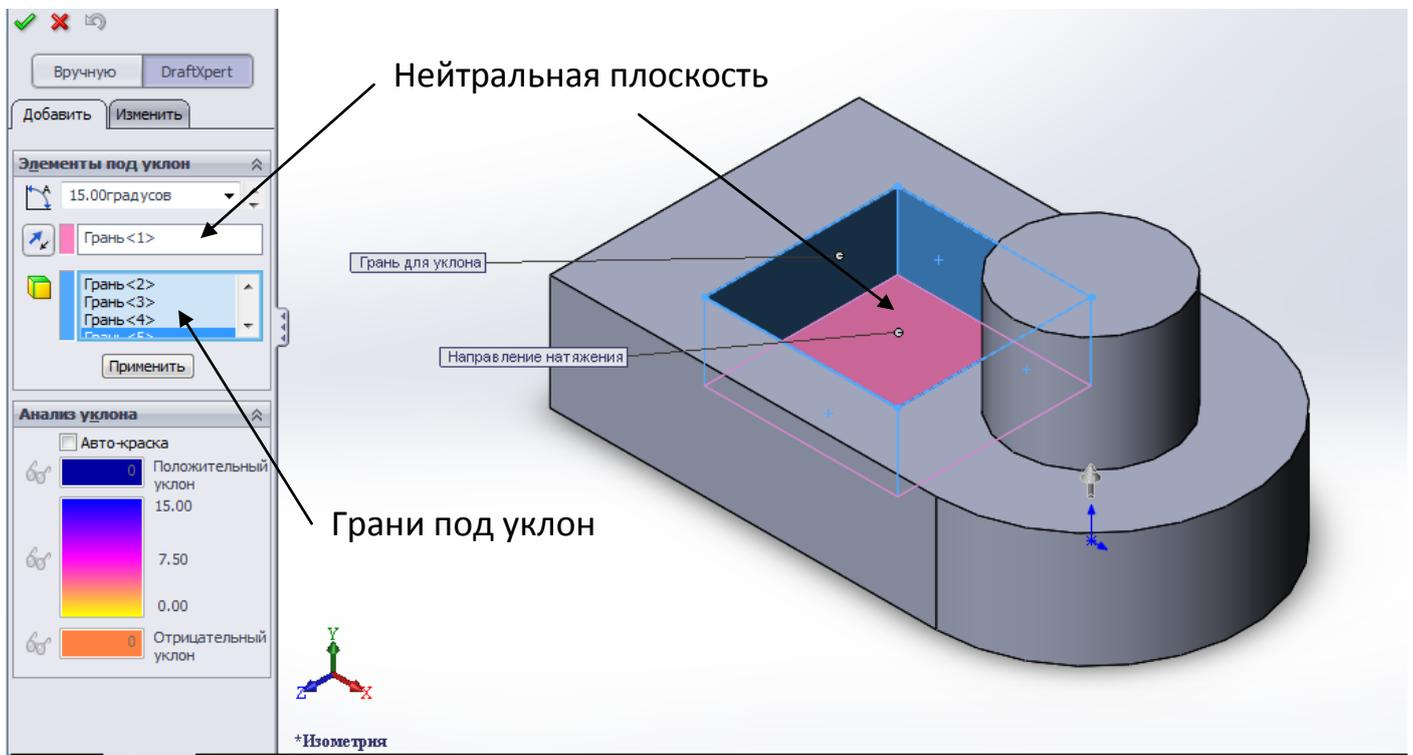

Рис. 1.22. Создание уклона
- в диалоговом окне “Грани под уклон” прописать боковые грани квадратного выреза путем последовательного нажатия на них левой кнопкой мыши. С целью удобства выбора граней под уклон рекомендуется вращать деталь. На рис. 1.22 приведен пример установления значений элементов детали для создания элемента “Уклон”.